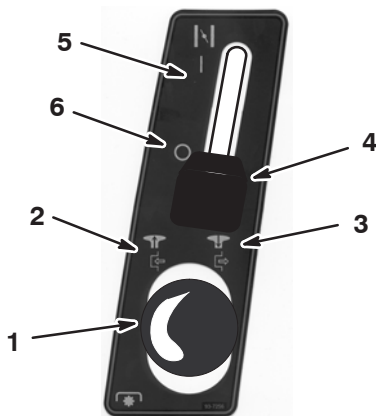
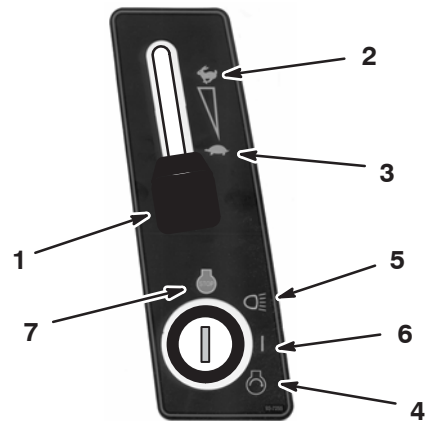

Bild 10
Bild 11
4. Kuppeln Sie den Zapfwellenantrieb (ZWA) aus. Siehe Bild 10.
5. Stellen Sie den Chokehebel beim Anlassen eines kalten Motors auf die Ein-Stellung (Bild 10).
6. Stellen Sie den Gasbedienungshebel auf Langsam (Bild 11).
7. Drehen Sie den Zündschlüssel nach rechts und halten ihn auf Start (Bild 11). Lassen Sie den Schlüssel sofort los, wenn der Motor anspringt.
8. Stellen Sie nach dem Motorstart den Chokehebel langsam auf die Aus-Stellung (Bild 10) und den Gasbedienungshebel auf Schnell (Bild 11).
1. Stellen Sie den Gasbedienungshebel auf Langsam (Bild 11).
2. Drehen Sie den Zündschlüssel auf „Aus“ (Bild 11).